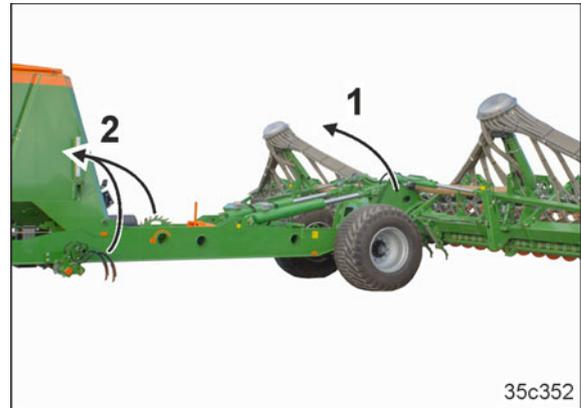

Fig. 262
- o du bâti arrière (Fig. 262/1)
- o de l'effaceur de traces du tracteur (option, Fig. 262/2)